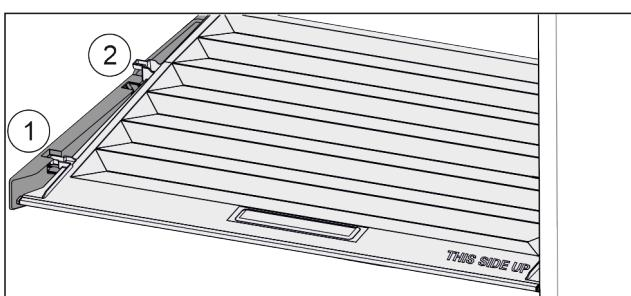

Fig. 84
- Издърпайте напред Fig. 84 (1) капака до отвора в задържащите части.
- Повдигнете го отзад отдолу и отстранете Fig. 84 (2) нагоре.